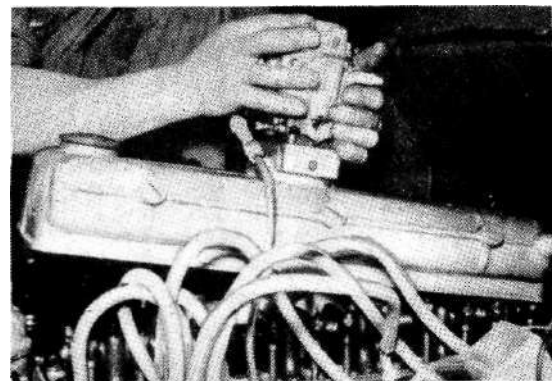

Bild 4-26
31. Zylinderkopfhaube mit Vergaser abschrauben und abheben. (Bild 4-26)